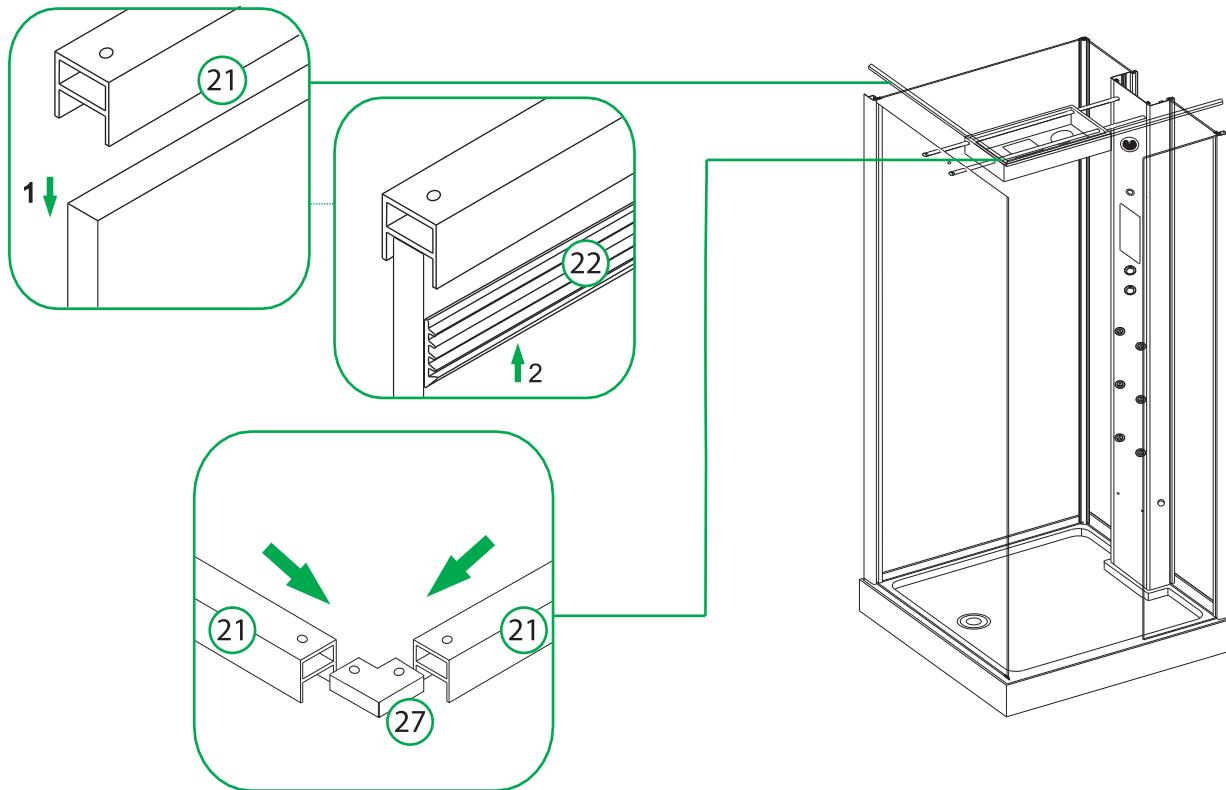

Рис. 9 / 9-сур.
7. Установите верхние алюминиевые профили (рис. 9).